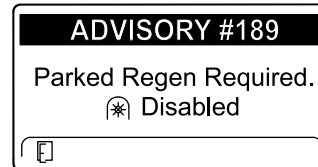

Figure 47
- Si vous n'effectuez pas de régénération en stationnement dans les 2 heures, l'InfoCenter affiche qu'une régénération en stationnement est nécessaire – prise de force désactivée AVIS N° 189 (Figure 47).